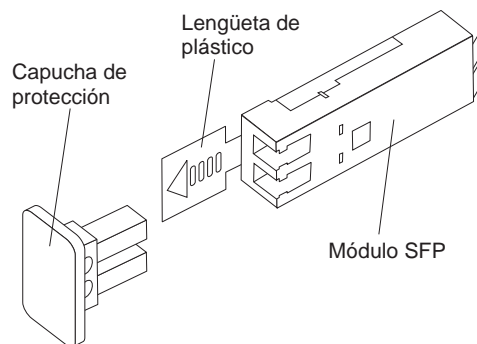

Figura 16. Módulo SFP (Small Form-Factor Pluggable, Conectable de formato pequeño)
2. Extraiga la capucha de protección del módulo SFP, como se muestra en la Figura 16 en la página 25. Conserve la capucha de protección para futuros usos.
2. Si es necesario, extraiga la capucha de protección del módulo SFP, tal como se muestra en la Figura 16 en la página 25. Conserve la capucha de protección para futuros usos.